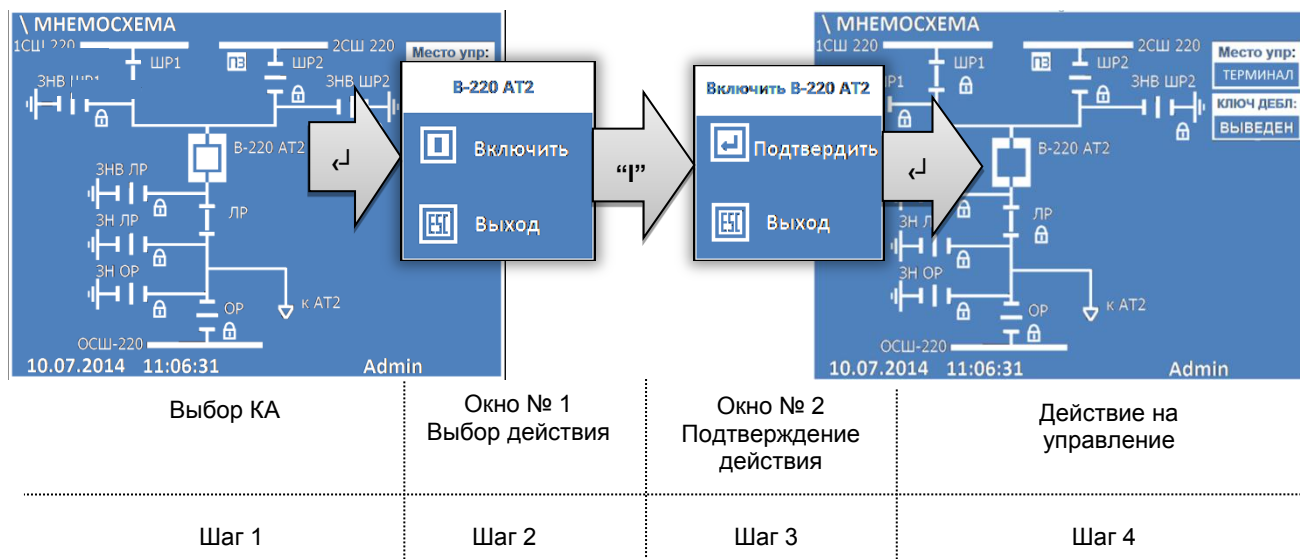

Рисунок 47 – Пример управления выключателем
2.6.6.2.2 Порядок действий оператора (см. рисунок 47):